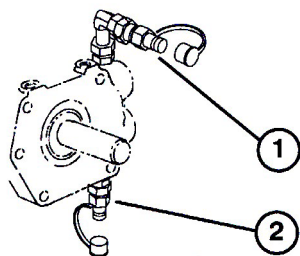

図 45
油圧回路試験実施用にテストポート (図45と46) があります。どの計測も、エンジン全開状態およびオイル温度が通常の作動温度の状態で行ってください。必要に応じToro代理店にご相談ください。
1. 前進・後退回路 (テストポートは図45) の通常のリリース設定は約 5300 psi、チャージ圧設定は 50~150 psi。油圧計は 7500~10,000 psi までを表示できるものを使う。